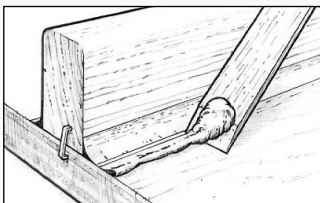

Abbildung 14 Streifen Sie das überschüssige Epoxidharz außerhalb der Markierung der Hohlkehle ab.
3. Streifen Sie das außerhalb der Markierung an den Bauteilen herausgequollene Material mit einem Mixstab oder einer Spachtelklinge ab (*Abbildung 14*). Glasgewebe oder Streifen können auflaminiert werden, bevor die Hohlkehle ausgehärtet ist. (Natürlich kann dies auch nach dem Aushärten und erneutem Anschleifen erfolgen.)